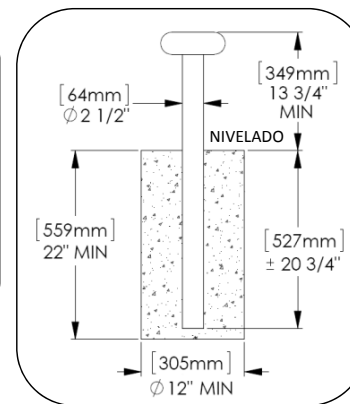

Fig. 2 – Incrustado
4. Excave el área de cada soporte vertical como se indica en la Fig. 2.